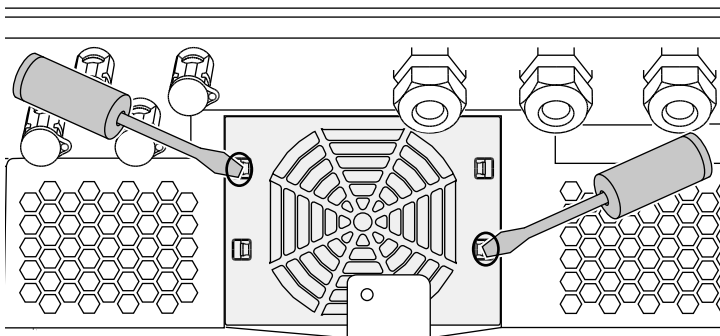

Abb. 61: Befestigungslaschen lösen
3. Mit einem zweiten Schraubendreher die Befestigungslaschen zur Lüftermitte drücken. Lüftereinheit leicht hervorziehen. ➡ Abb. 61